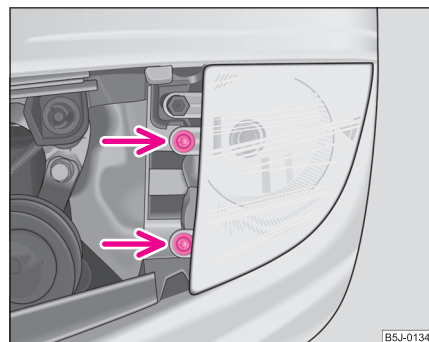

Abb. 174 Ausbau der Glühlampe des Nebelscheinwerfers
- Die Schrauben ⇒ Abb. 174 herausdrehen und den Nebelscheinwerfer herausnehmen.
- Drehen Sie die Schrauben ein ⇒ Seite 256, Abb. 174 und setzen Sie das Gitter wieder ein ⇒ Seite 245. ■